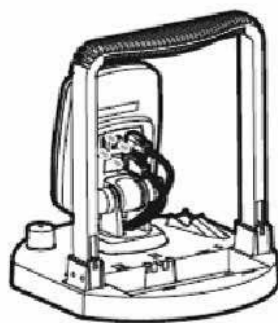

Рис. 35
3. Подсоедините кабели к головной контрольной панели. Разъемы для коннекторов замыкаются для того, чтобы избежать выпадения. Вставка коннекторов должна быть плавной и легкой. Не прилагайте силы при вставке коннекторов. (рисунок 35).